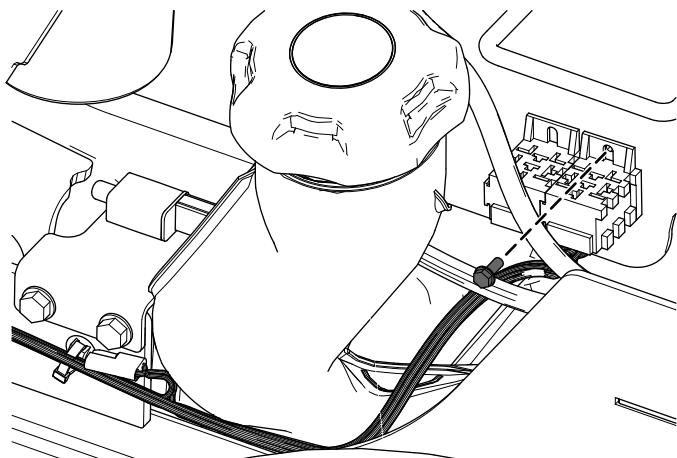

Figura 14
4. Fissate il cablaggio preassemblato accanto ai relè con la vite Taptite (Figura 14).